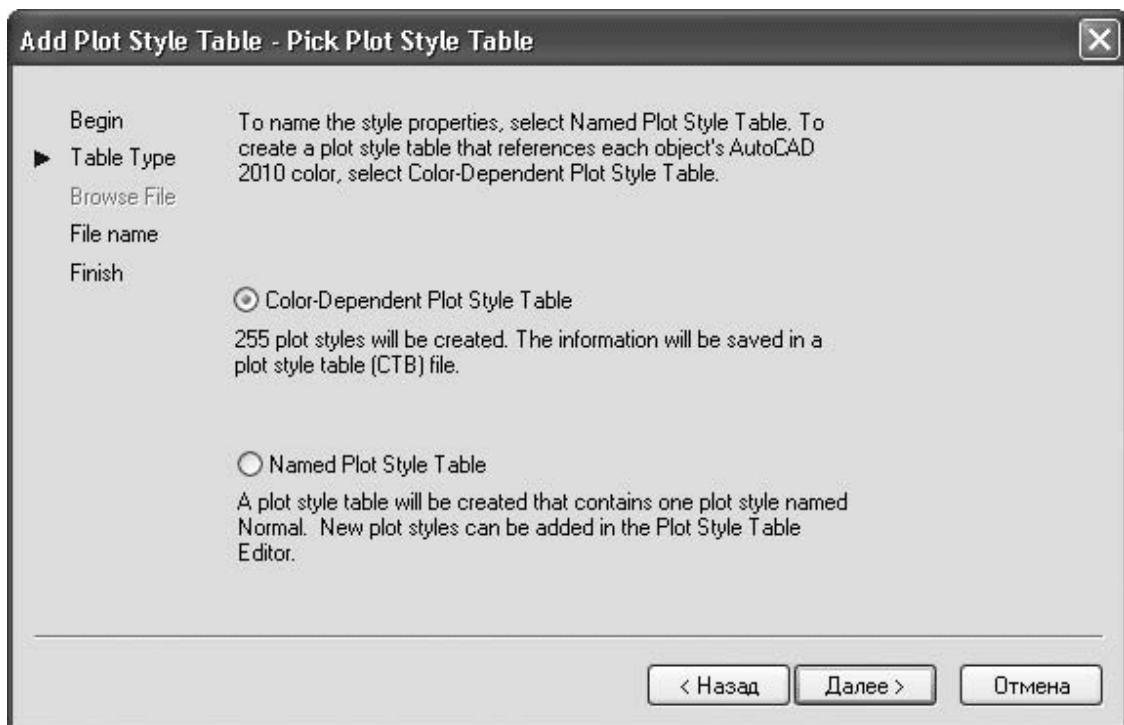

Рис. 8.19. Окно выбора способа создания новой таблицы
2. Установите переключатель в положение **Start from scratch** (С самого начала), чтобы создать таблицу стилей печати с чистого листа. Положение переключателя **Use an existing plot style table** (Использовать уже существующую таблицу стилей печати) позволяет воспользоваться существующей таблицей для создания новой. Можно также установить переключатель в положение **Use My R14 Plotter Configuration (CFG)** (Использовать CFG-файл конфигурации AutoCAD) или **Use a PCP or PC2 file** (Использовать импортируемые параметры перьев из PCP- или PCP2-файла). Перейдите к следующему окну (рис. 8.19), щелкнув на кнопке **Далее**.